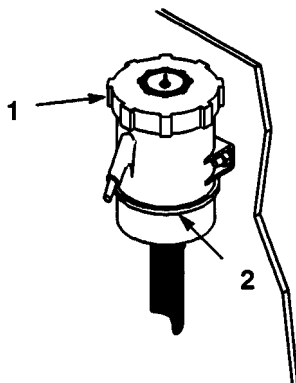

Bild 33
3. Den Bereich um den Ölbehälter reinigen (Bild 33), so daß der Ölstand einwandfrei sichtbar ist und um einem Eindringen von Schmutz in den Behälter vorzubeugen, wenn Öl nachgefüllt wird.
4. Bei kalter Hinterachse Öl bis zur "Full Cold"-Markierungslinie (Ölstand 'kalt') am Ölbehälter einfüllen (Bild 33).
2. Die Birnenfassung hat zwei Nasen (Bild 33). Diese mit den Auskerbungen im Reflektor abstimmen, die Birnenfassung in den Reflektor einführen und $\frac{1}{4}$ Umdrehung im Uhrzeigersinn bis zum Anschlag drehen.